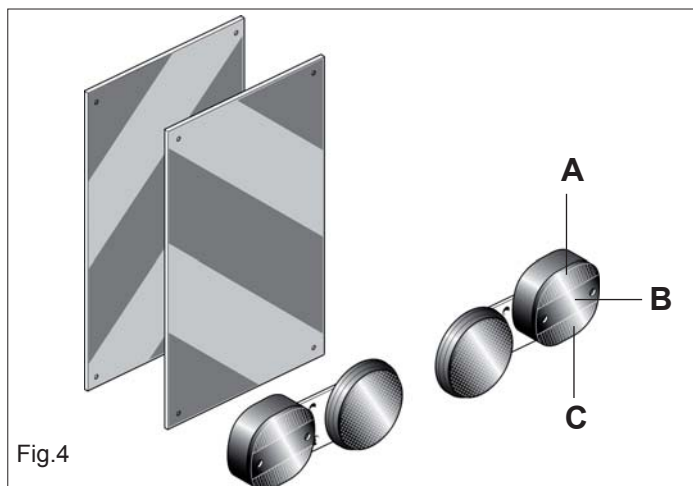

Fig.4
- 8) Lorsque les encombrements constitués par des équipements conduits ou semiconduits cachent la visibilité des dispositifs de signalisation et d'éclairage du tracteur, ceux-ci doivent être reproduits de façon adéquate sur les équipements, en respectant les normes du code de la route du pays en question. S'assurer que l'installation des phares fonctionne parfaitement lors de l'utilisation. On rappelle en outre que la séquence de signalisation correcte des feux prévoit (Fig. 4):